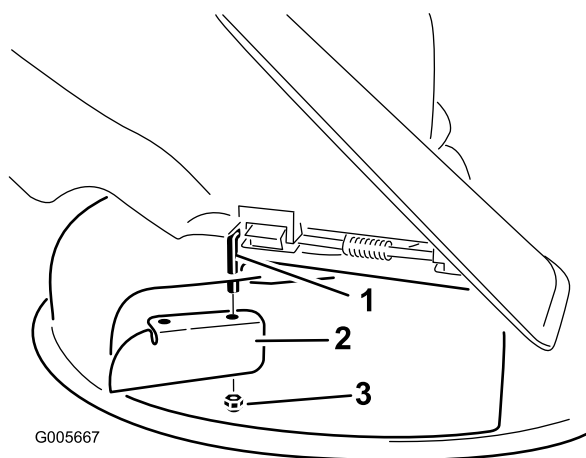

Figure 23
7. Montez le déflecteur d'ouverture sur la tige de pivot exposée (Figure 23).
3. Enlevez le déflecteur d'ouverture du plateau de coupe (Figure 23).